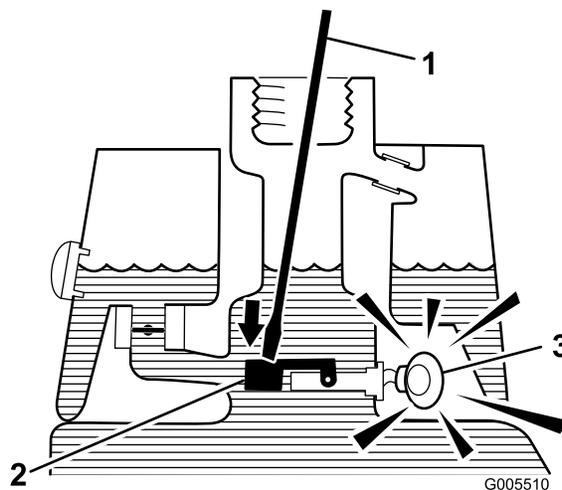

Figure 27
3. Introduisez une tige ou un tournevis propre dans le goulot de remplissage et appuyez doucement sur le flotteur (Figure 27). L'alarme doit se déclencher au bout d'une seconde.